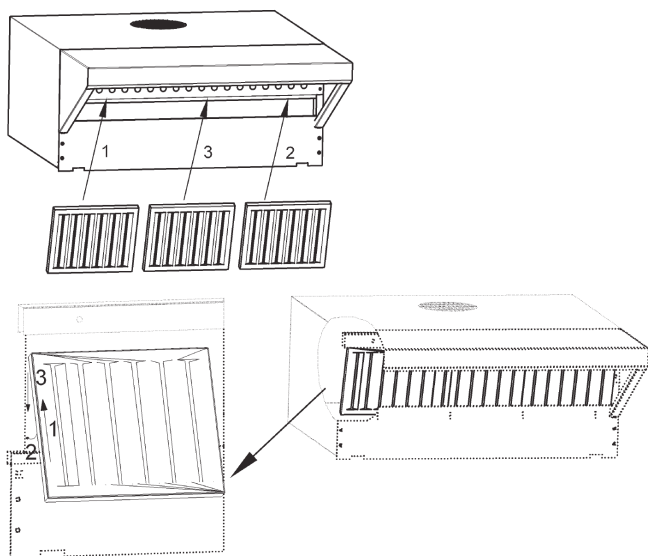

Figure 4 : Filtres à graisse dans une hotte 0610
- Commencez par les deux filtres extérieurs (avec un contour) (voir fig. 4) puis insérez ensuite le filtre intermédiaire entre les deux.